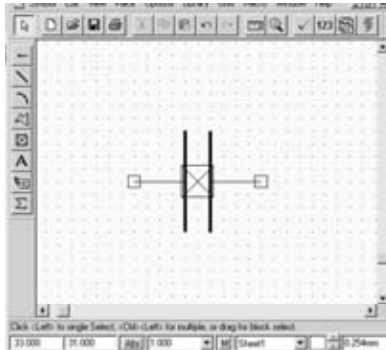

Рис.2.8.2
- Установить точку привязки конденсатора. Выполнить команду **Place Ref Point**. Поместить курсор в центр УГО с координатами (20, 33) и щелкнуть ЛК (рис.2.8.2).